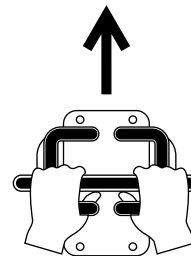

Figure 10
- Pour vous déplacer en marche avant, poussez les deux commandes de déplacement en avant (Figure 10).